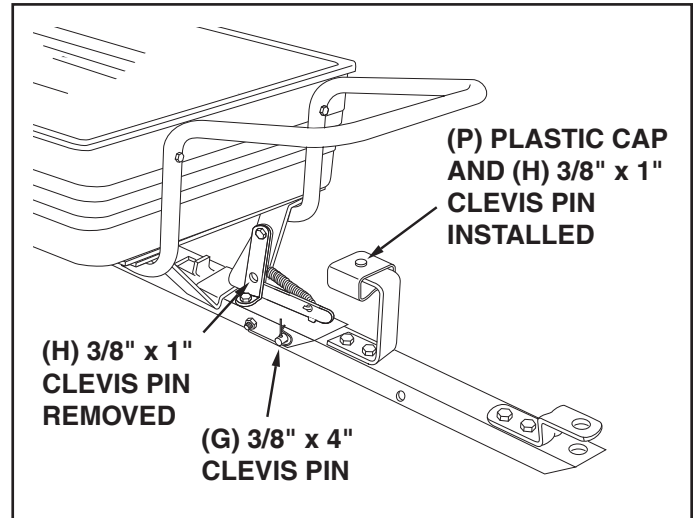

FIGURE 10
(See figure 10 on page 7.)
- c. Remove the 4" long clevis pin and hairpin cotter which secure the tongue in the towing position. (See figure 10 on page 7.)
- Pour transformer la remorque d'une remorque à pousser en une remorque tractable (voir figure 10 à la page 7) :